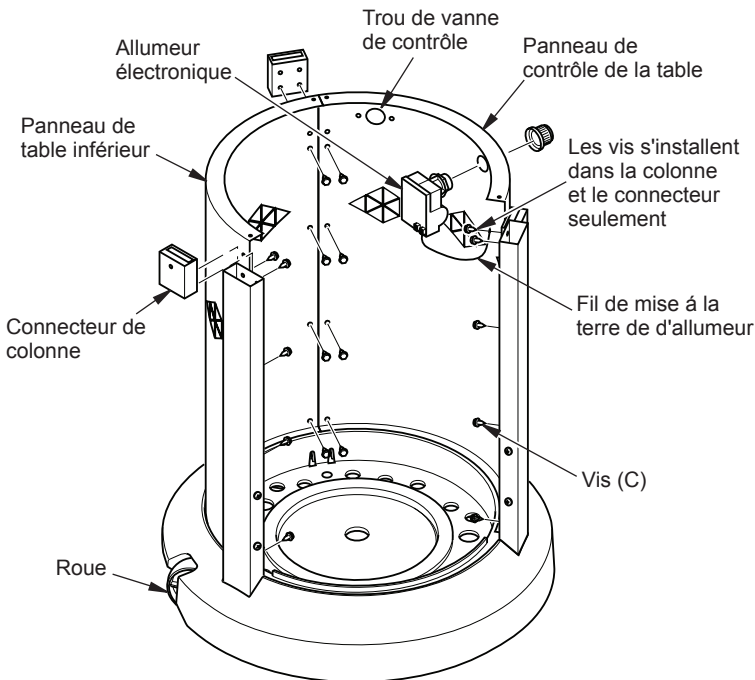

Figure 4 - Raccordement des panneaux de côté et de l'allumeur
2. Placez le panneau inférieur de la table et le panneau de contrôle de la table sur l'assemblage du socle comme illustré à la figure 4. Assurez-vous que le panneau de table inférieur est sur le côté du socle avec des roues. Fixez les panneaux aux colonnes de support en insérant 12 vis (C) uniquement dans les 3 séries de trous inférieurs (voir figure 4).
3. Les jeux de vis du haut (C) passeront à travers les panneaux, les colonnes et dans les connecteurs des colonnes comme illustré à la figure 4 (6 vis). Assurez-vous que les connecteurs de colonne sont orientés comme illustré à la figure 4. Le côté des connecteurs ayant un trou devrait faire face à l'extérieur de l'appareil de chauffage et le trou devrait être vers le haut. Pour les connecteurs près de l'ouverture du devant, la deuxième vis traverse seulement les panneaux et les connecteurs de support. La deuxième vis fixera le connecteur (voir figure 4). Fixez le fil de mise à la terre de l'allumeur avec 1 vis, comme illustré à la figure 4 (pour l'allumeur installé à l'étape 4).
4. Installez l'allumeur électronique à travers le panneau de contrôle comme illustré à la figure 4. Vissez l'anneau de retenue et le capuchon de l'allumeur à partir du panneau extérieur. Raccordez le fil de mise à la terre de l'allumeur à l'allumeur.